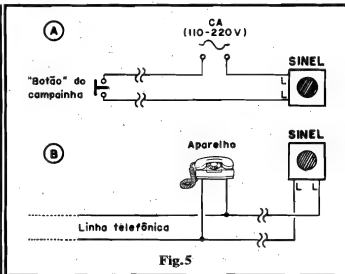

Fig.5
- FIG. 5 - INSTALAÇÕES BÁSICAS - No diagrama 5-A temos a instalação básica como campainha residencial... Notem que os pontos L-L da SINEL devem, simplesmente, ser ligados aos dois fios que originalmente alimentavam a "cigarra" a ser provavelmente substituída! Nada mais precisará ser "mexido"... Obviamente que - se a instalação for nova, "zero quilômetro", então todo o arranjo (muito simples...) deve ser implementado, "puxando-se" um par de fios finos desde o "botão" da campainha (lá na entrada da residência) até a SINEL com a devida interrupção para conexão à rede C.A. local! Em 5-B temos o diagrama para instalação como "extensão sonora" para o sinal de chamada de telefone... Basta ligar os pontos L-L da SINEL aos dois "polos" (fios) da linha telefônica, podendo tal conexão ser feita com um par de fios finos no comprimento necessário (mesmo várias dezenas de metros...). Certamente que outras aplicações, também simples e óbvias, poderão ser dadas à SINEL. Devido ao seu